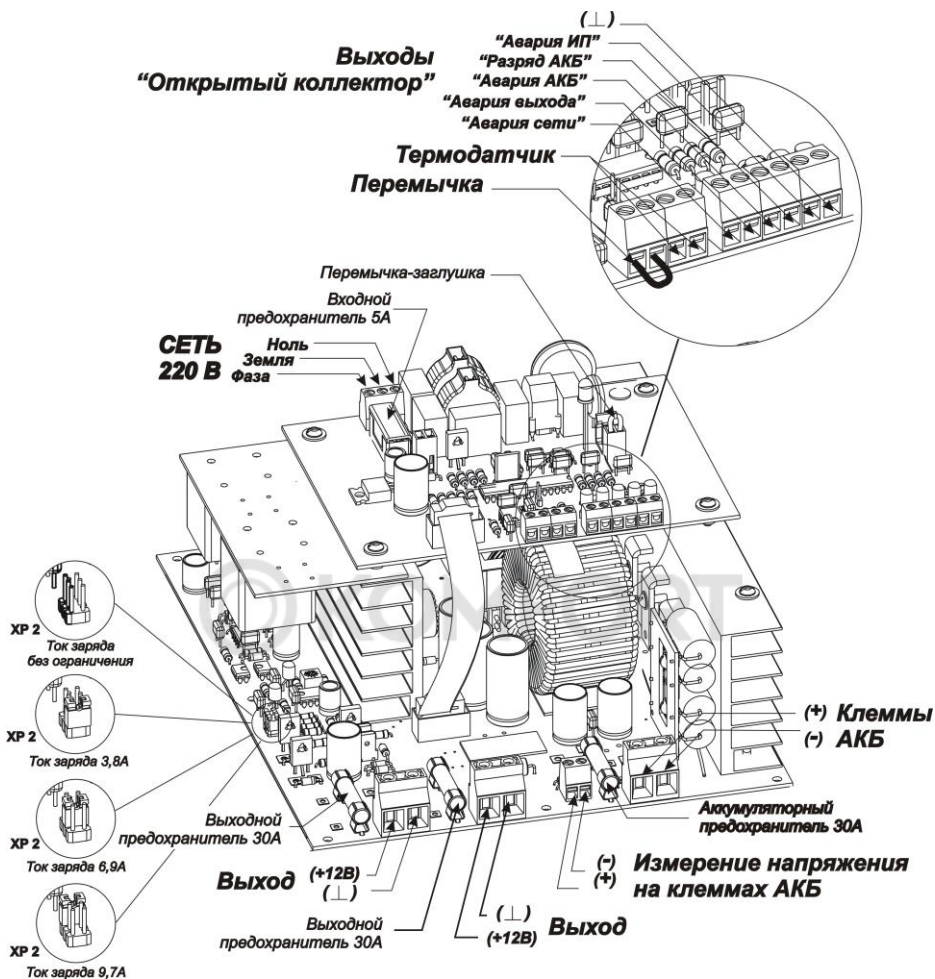

Рисунок 4
- выставить переключателями ток заряда АКБ см. табл. 3 и рис. 4 (перед выбором тока заряда, посмотрите в документации на АКБ, используемые у вас, какой ток зарядки рекомендуется);